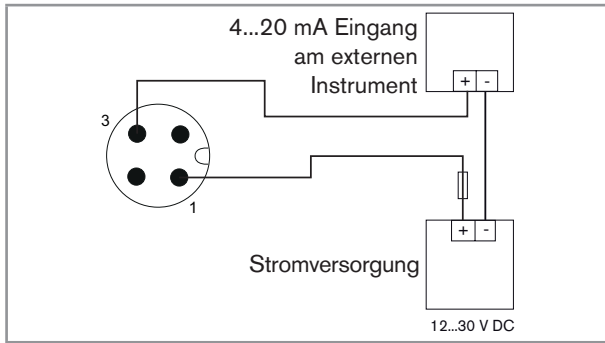

Bild 7: Gerät mit 4-poligem M12-Gerätestecker – Anschluss des Stromausgangs
- Den 4...20 mA-Stromausgang anschließen (Anschluss mit 2 Drähten). Siehe Bild 7.